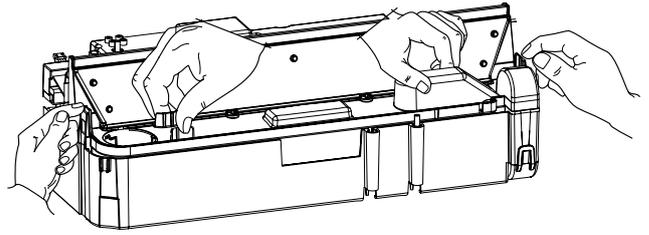
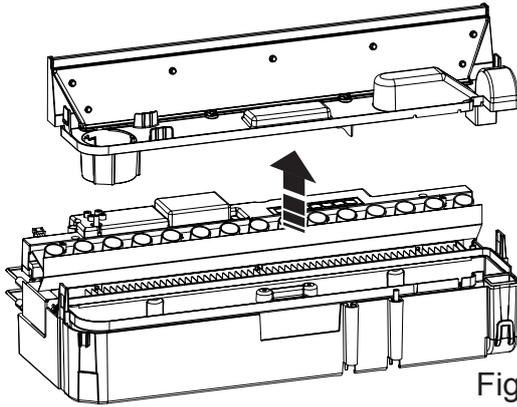

Fig.8
Fig.9
5. Kummen holdes nede at to klips, en på venstre og en på høyre side av kummen. På venstre side trykker du inn klipset med én hånd, og løfter dysen ut. Gjenta dette for høyre side (fig. 8). Dysen er nå løsnet, løft den ut og sett den til side (fig. 9).